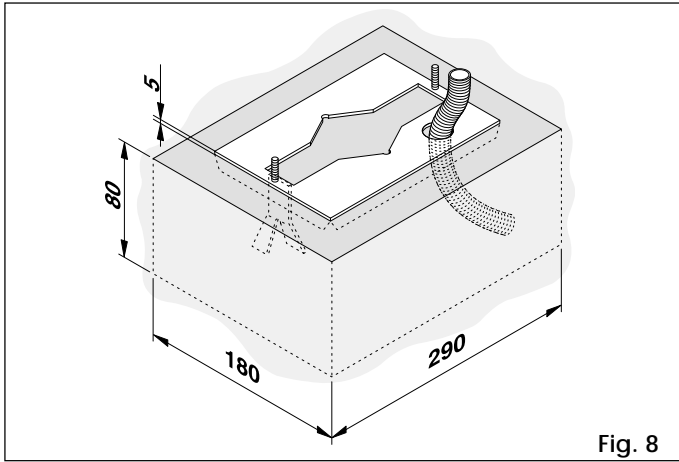

Fig. 8
- 3) Realizar el plinto de cimentación como se ilustra en la fig. 8 y empotrar la placa colocando una o más vainas para el paso de los cables eléctricos. Verificar la perfecta horizontalidad de la placa mediante un nivel, y dejar fraguar el cemento.